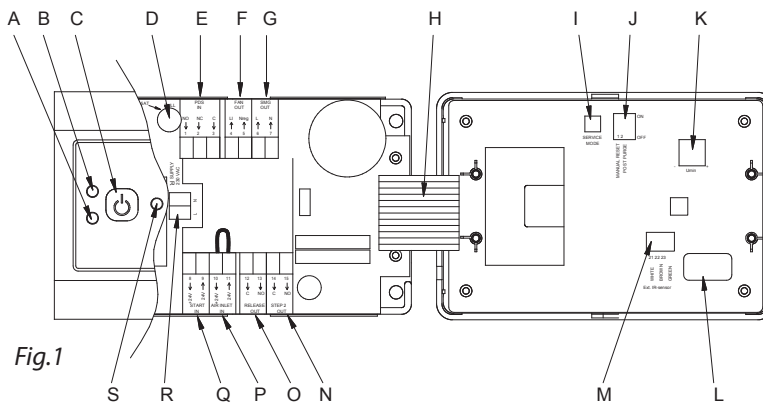

Fig.1
Kontrollera fabriksinställningen av dipswitcharna före inreglering (fig. 1-J).
- Tryck på PÅ/AV-knappen (fig. 1-C).
- Tryck på knappen serviceläge (fig. 1-I) på höljets baksida. Larmlysdioden (fig. 1-A) kommer att blinka RÖD, och funktionslysdioden (fig. 1-B) kommer att blinka beroende på pressostatens läge, se tabellen nedan:
- Potentiometern (fig. 1-K) ställs in på maximalt värde genom att den vrids medurs.